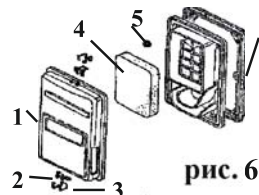

рис. 6
7.4.1 Демонтируйте крышку **1** (рис. 6). При отделении крышки от корпуса не повредите уплотнение. Снимите фильтрующий элемент **4** (рис. 6).